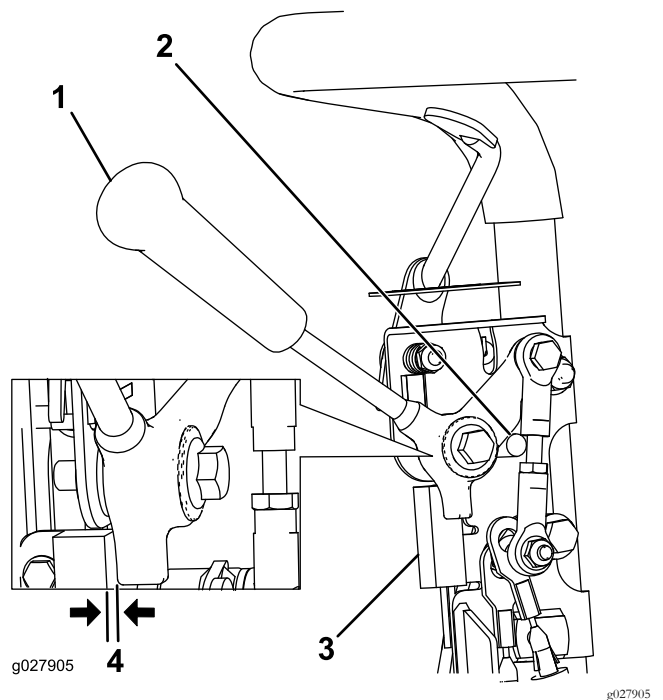

图30
1. 确保发动机关闭、牵引杆处于“已分离”位置且机器停在“空档停止”位置图30。
2. 松开联锁开关紧固件(图30)。
3. 在牵引杆与联锁开关之间放入 0.8mm 厚的塞尺图30。